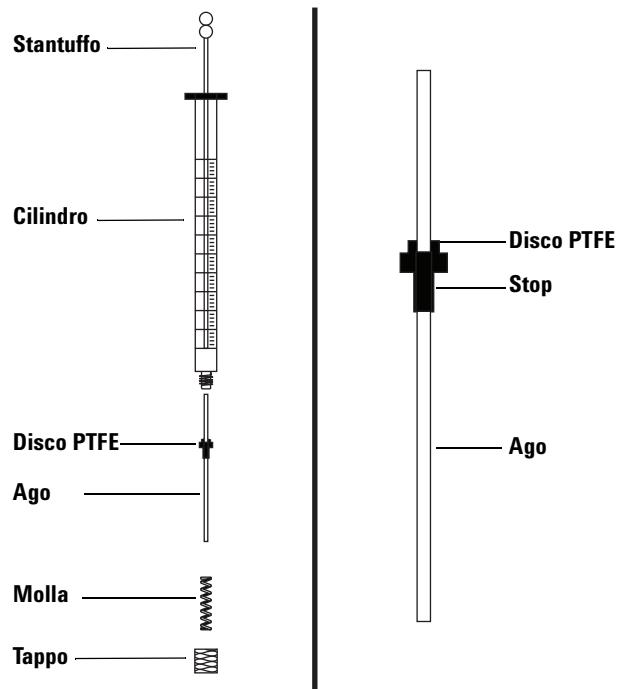

Figura 76 Parti della siringa
Per inserire un ago in un cilindro di siringa (Figura 76):
- 2 Assicurarsi che l'ago sia dotato di un disco di PTFE (Figura 76). Se il cilindro della siringa è privo di disco in PTFE, seguire le istruzioni riportate sulla confezione della siringa per avvolgere direttamente l'ago.